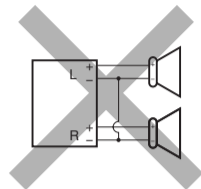
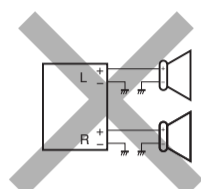
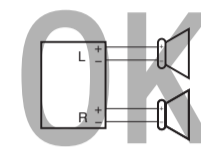

Fig. 1
Fig. 2
Fig. 3
- **If the speaker wiring in your car is as illustrated in Fig. 1 and Fig. 2 below, DO NOT** connect the unit using that original speaker wiring. If you do, the unit will be seriously damaged. Redo the speaker wiring so that you can connect the unit to the speakers as illustrated in Fig. 3.
- **If the speaker wiring in your car is as illustrated in Fig. 3,** you can connect the unit using the original speaker wiring in your car.
- **Si el conexionado de altavoz de su automóvil es como se indica en las Figs. 1 y 2 de abajo, NO** conecte la unidad utilizando ese conexionado de altavoz original. Si lo hace, se producirán daños graves en la unidad. Vuelva a efectuar el conexionado de altavoz de manera que pueda conectar la unidad a los altavoces de la manera indicada en la Fig.3.
- **Si el conexionado de altavoz de su automóvil es como se indica en la Fig.3,** podrá conectar la unidad utilizando el conexionado de altavoz original de su automóvil.
- **Si le câblage des enceintes de votre voiture est réalisé comme montré sur la Fig. 1 ou Fig. 2 ci-dessous, NE CONNECTEZ PAS** l'appareil en utilisant ce câblage original d'enceintes. Si vous le faites, l'appareil sera sérieusement endommagé. Recommencez le câblage des enceintes de façon que vous puissiez connecter l'appareil aux enceintes comme montré sur la Fig. 3.
- **Si le câblage des enceintes de votre voiture est comme montré sur la Fig. 3,** vous pouvez connecter l'appareil en utilisant ce câblage original d'enceintes pour votre voiture.